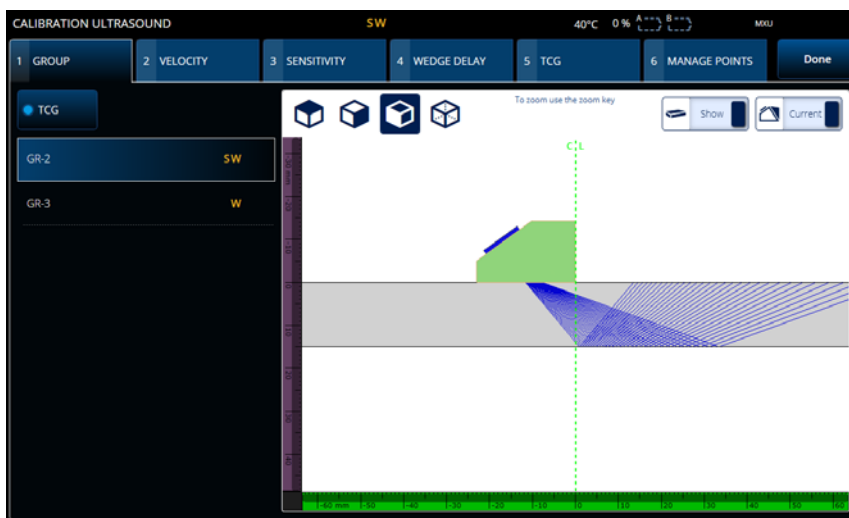

図 4-1 Calibration (校正) > Group (グループ)
1. **三>  Plan & Calibrate (計画と校正) > Calibration Tools (校正ツール)** を選択して、**PA/UT/TFM Calibration (PA/UT/TFM 校正)** ウィザードにアクセスします (174 ページの図 4-1)。TOFD 校正を行うには、194 ページの「TOFD 校正」を参照してください。Scan Plan (スキャンプラン) ウィザードと同様に、Calibration (校正) ウィザードのワークフローは、校正のタイプごとに複数のタブやセクションに分かれています。
2. **Group (グループ)** タブ (174 ページの図 4-1) で、校正するグループを選択します。UT グループの場合、校正するサイジング方法、TCG、DAC、または DGS も選択します。